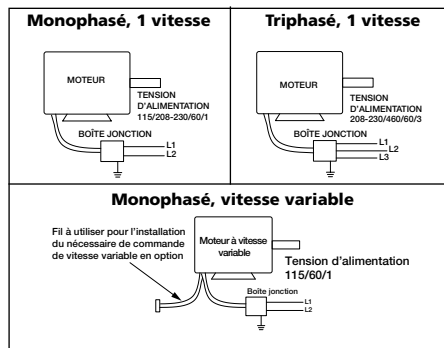

Figure 7 — Schéma de câblage typique
9. Poser et câbler le sectionneur de sécurité sous le capot de ventilateur et câbler le moteur conformément au schéma de câblage. Voir Raccordement électrique, Figure 7, page 6. Câbler les commutateurs de commande au niveau du sol.
10. Poser et câbler le sectionneur de sécurité sous le capot de ventilateur et câbler le moteur conformément au schéma de câblage sur le moteur. Câbler les commutateurs de commande au niveau du sol. Voir Raccordement électrique, page 6, Figure 7.
REMARQUE : Voir le schéma de câblage à la Figure 7.